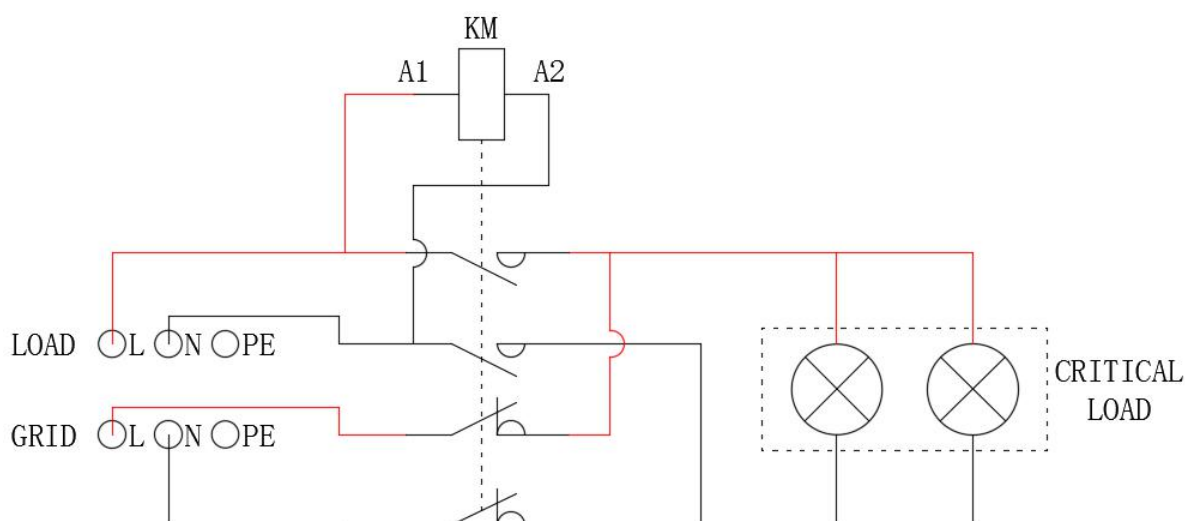

Fig. 10 Raccordement de la charge critique (contacteur AC : 2 NC, 2 NO)
6. Le contacteur AC est correctement branché (fig. 10)